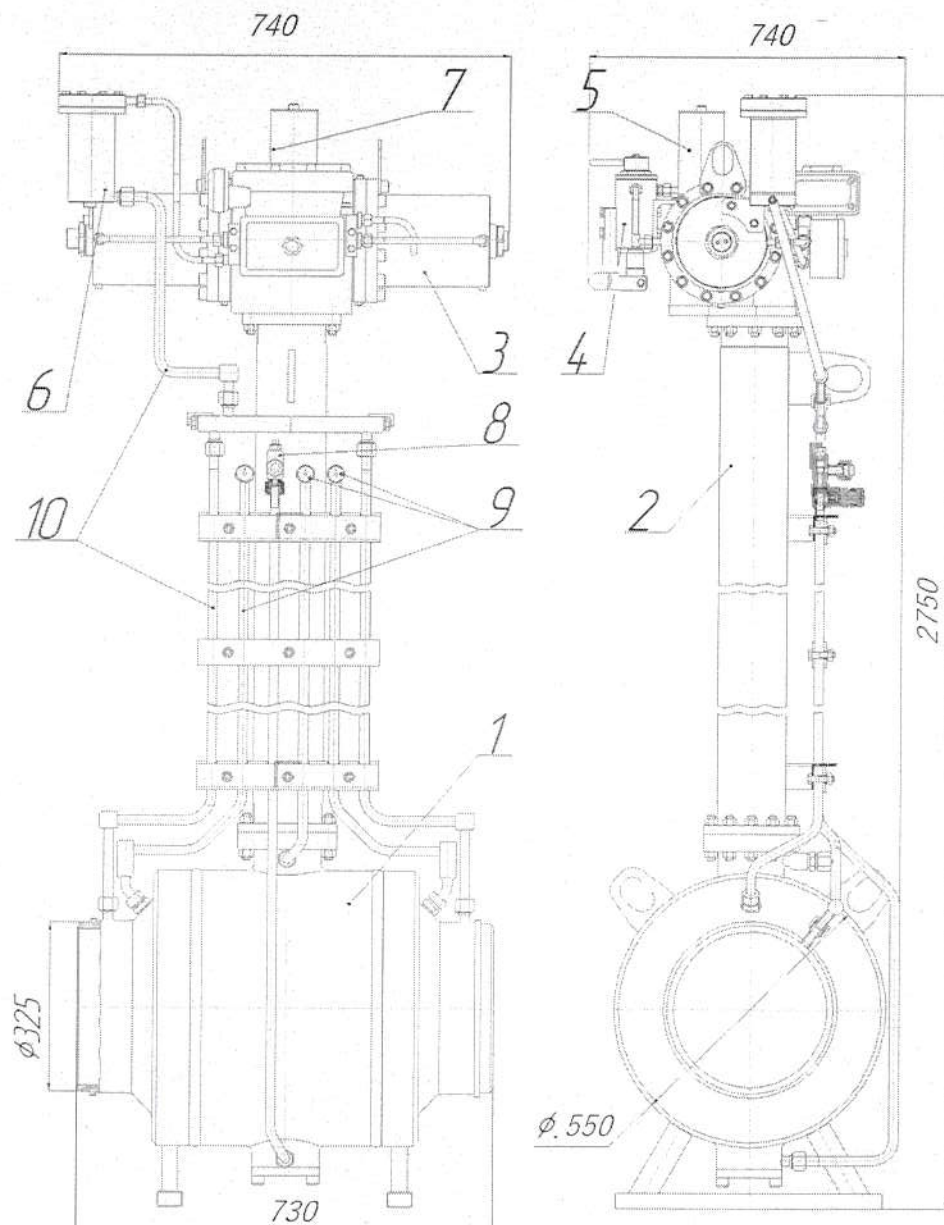

Рисунок 1 – Кран шаровой DN300 PN80 с пневмогидроприводом подземной установки
2.15. Кран состоит из следующих основных частей (рисунок 1):